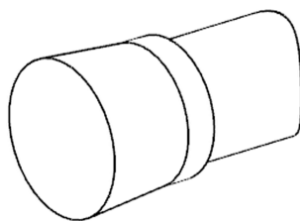

图 6-32 只显示旋转体（三）
(55) 隐藏旋转体（一）与旋转体（二），只显示旋转体（三），如图 6-32 所示。